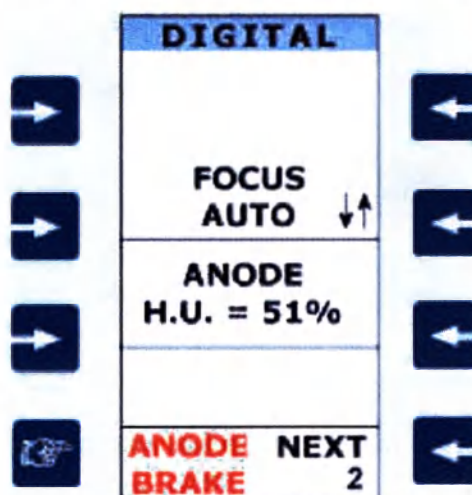

Рисунок 1.11- Команда остановки анода
1. Нажимать клавишу «**NEXT**» до тех пор, пока команда остановки анода не появится на графическом экране (рисунок 1.11);